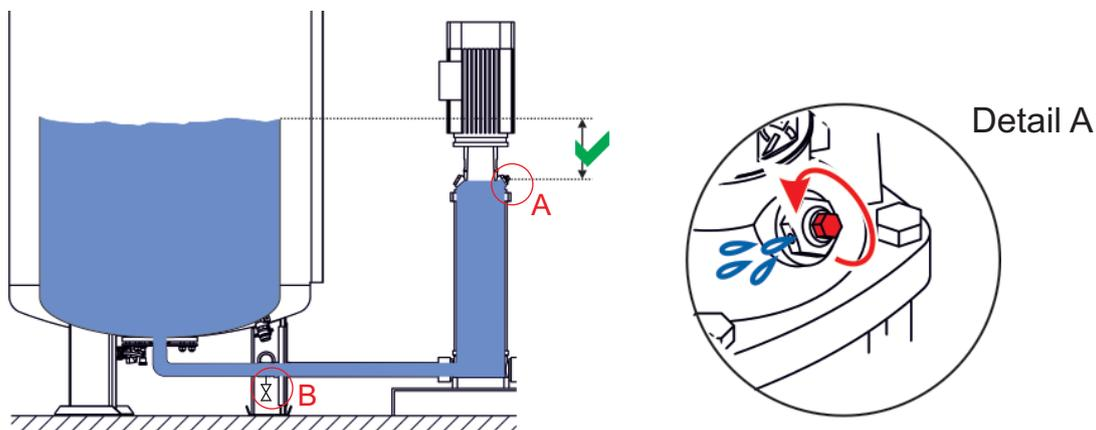

Abbildung 5: Entlüften der Druckhaltepumpen
- Bei Geräten ohne eingebautem MCF Nachspeisemodul ist der Behälter so lange zu füllen (z. B. über den KFE-Hahn in der Überströmleitung am Anschluss des EG-M - siehe Abbildung 5, Detail B), bis am Entlüftungsventil der Pumpe (Detail A) ein kontinuierlicher Strahl des Anlagenmediums austritt.